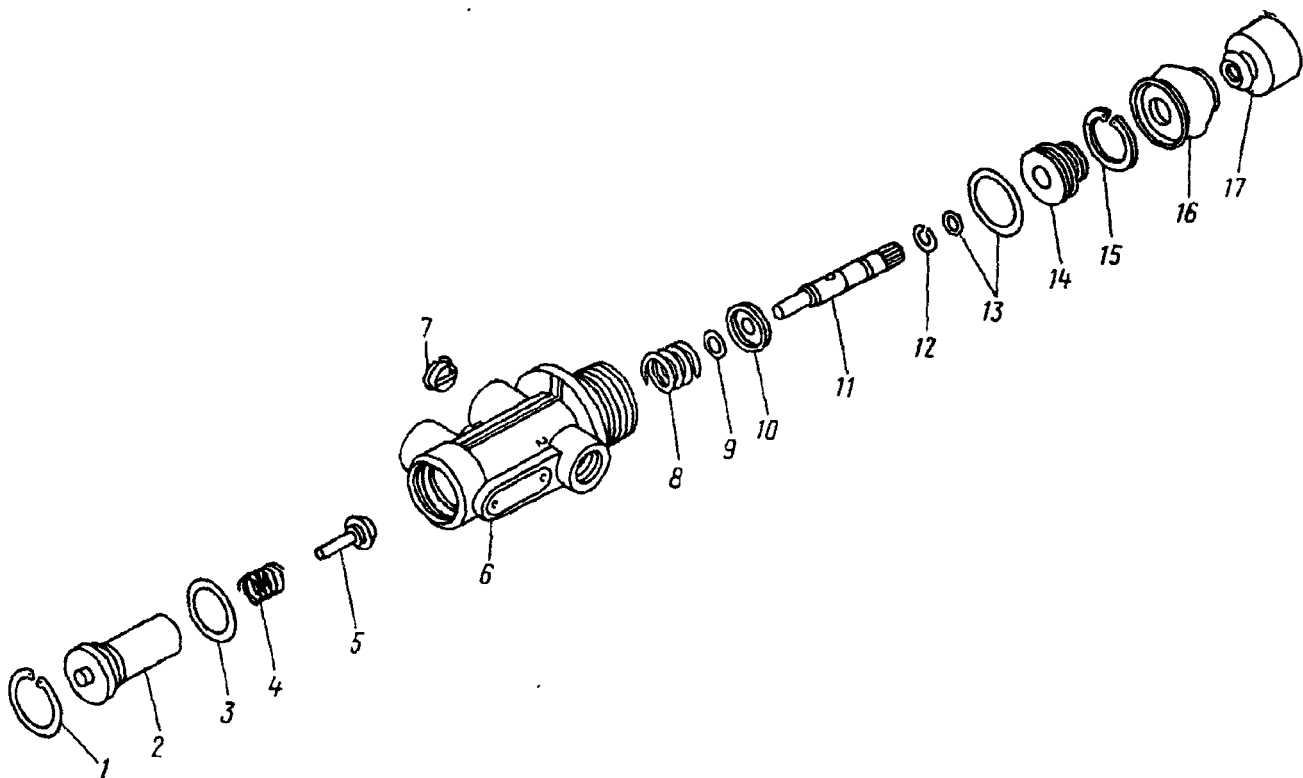

Рис. 331. Кран пневматический аварийного растормаживания стояночной тормозной системы:
2. Снимите колпачок 17 (рис. 331), защитный чехол 16